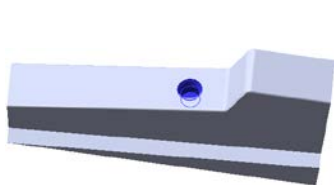
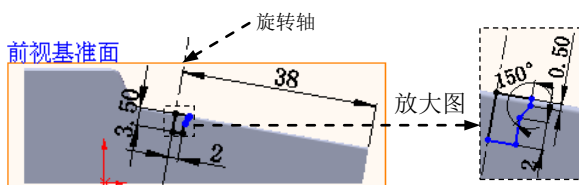

图 16.5.10 切除—旋转 1
图 16.5.11 横断面草图
Step7. 创建图 16.5.10 所示的零件特征——切除—旋转 1。
(1) 选择命令。选择下拉菜单 **插入(I)** → **切除(C)** → **旋转(R)...** 命令。
(2) 定义特征的横断面草图。
① 定义草图基准面。选取前视基准面作为草图基准面。
② 定义横断面草图。在草图环境中绘制图 16.5.11 所示的横断面草图。
(3) 定义旋转轴线。选取图 16.5.11 所示的轴线作为旋转轴。
(4) 定义切除旋转属性。
① 定义旋转方向。采用系统默认的旋转方向。
② 在“旋转”对话框 **方向 1** 区域的下拉列表中选择 **给定深度** 选项, 在  文本框中输入数值 360.0。
(5) 单击对话框中的  按钮, 完成切除—旋转 1 的创建。